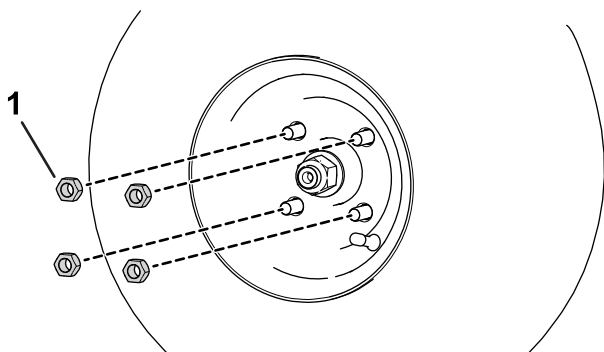

Figura 57
A. Slăbii i îndepărtați prezoanele roilor (Figura 57).
- B. Introduceți prezoanele (Figura 57).